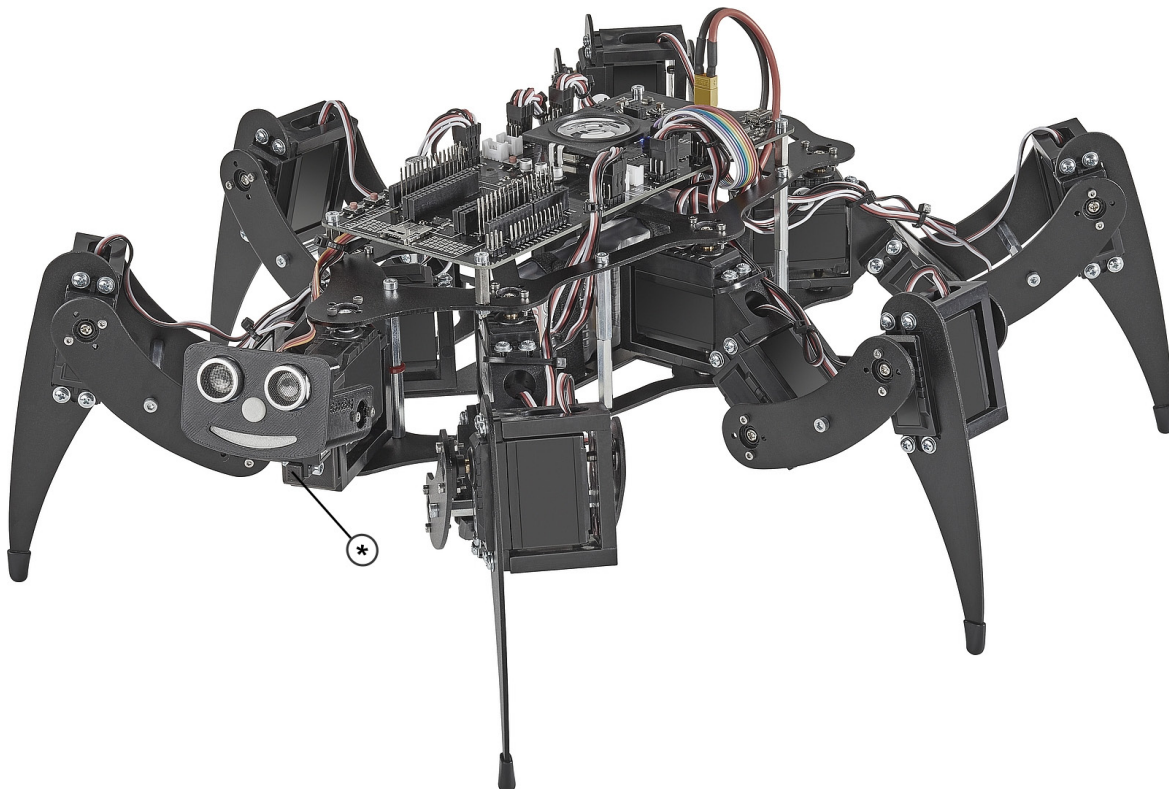

Bild 1
—> \* Die Pan- & Tilt-Einheit ist die Kopfmechanik (siehe Bild 1) und kann optional auf einem 3D-Drucker ausgedruckt werden.
- Die Pan- & Tilt-Einheit ist die Kopfmechanik (siehe Bild 1) und kann optional auf einem 3D Drucker ausgedruckt werden. Die Daten hierzu finden Sie als Download auf der Internetseite zum Produkt (so wie alle anderen verfügbaren Downloads).